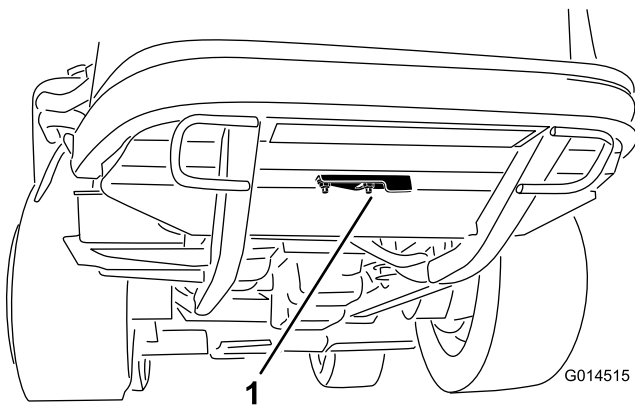

Figure 54
2. Desserrez l'écrou à embase qui fixe le couvercle de nettoyage à la face inférieure du cadre arrière (Figure 54). Faites pivoter le couvercle sur le côté pour exposer le trou de nettoyage dans le cadre.